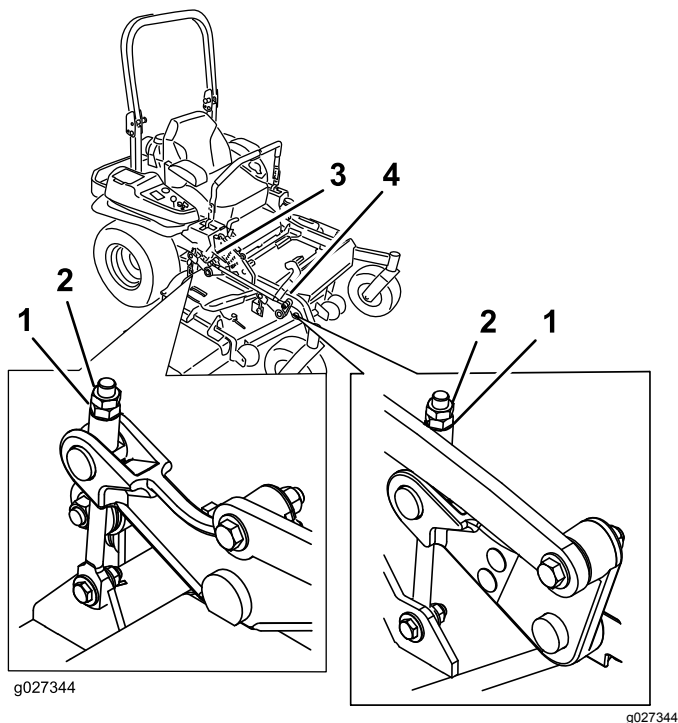

Figura 97
10. Gire la tuerca de ajuste del conjunto de elevación de la carcasa delantera para modificar la altura (Figura 97).